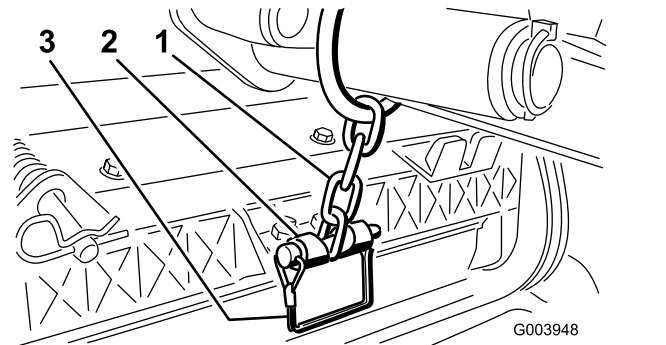

Bild 10
11. Befestigen Sie die Hubarmkette mit dem Einraststift an der Kettenhalterung (Bild 10).